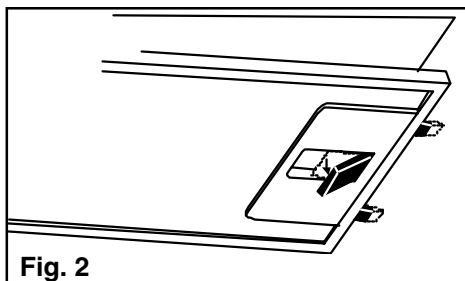

Fig. 2
- Tirez le ressort de dégagement du filtre à graisse vers l'extérieur et sortez le filtre à graisse métallique. **Fig.2.**